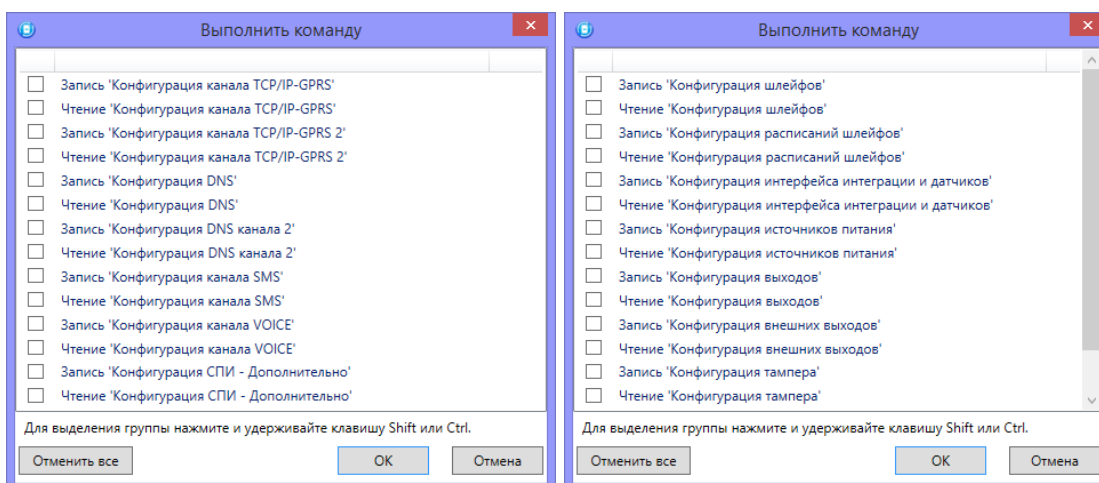

Рисунок 4.46 — Окно *Выполнить команду* (а — конфигурация ПОО, б — конфигурация ППК)
- *Выполнить команду:* открытие окна *Выполнить команду* (см. рисунок 4.46), с помощью которого могут быть записаны или считаны отдельные группы параметров (актуально при медленной скорости передачи данных или тарификации по объему передачи данных).